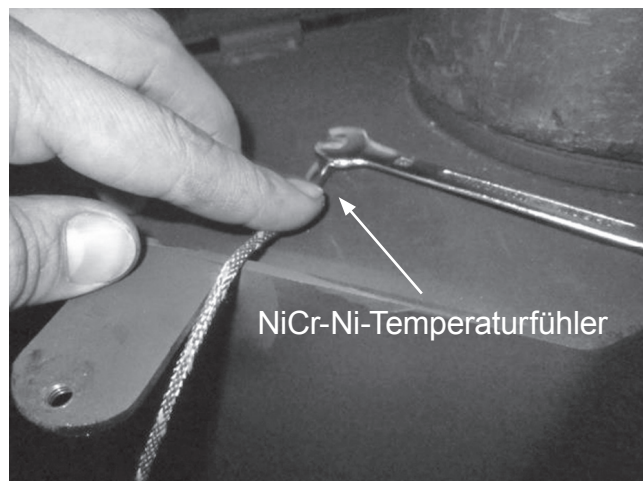
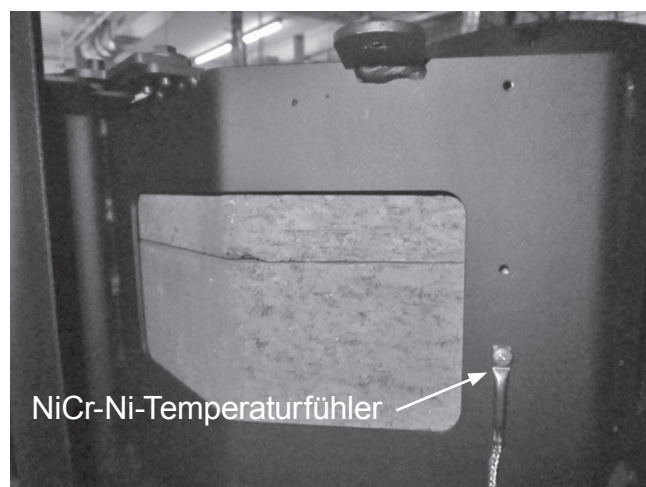

Abb. 6a: Serie Polar Neo
Abb. 6c: Polar 8 Neo W+
Den **NiCr-Ni-Temperaturfühler (6)** an der vorgesehene Stelle unter der Deckplatte (Abb. 6a, 6b), bzw. bei Polar 8 Neo W+ hinter der Rückwand (Abb. 6c), anschrauben.